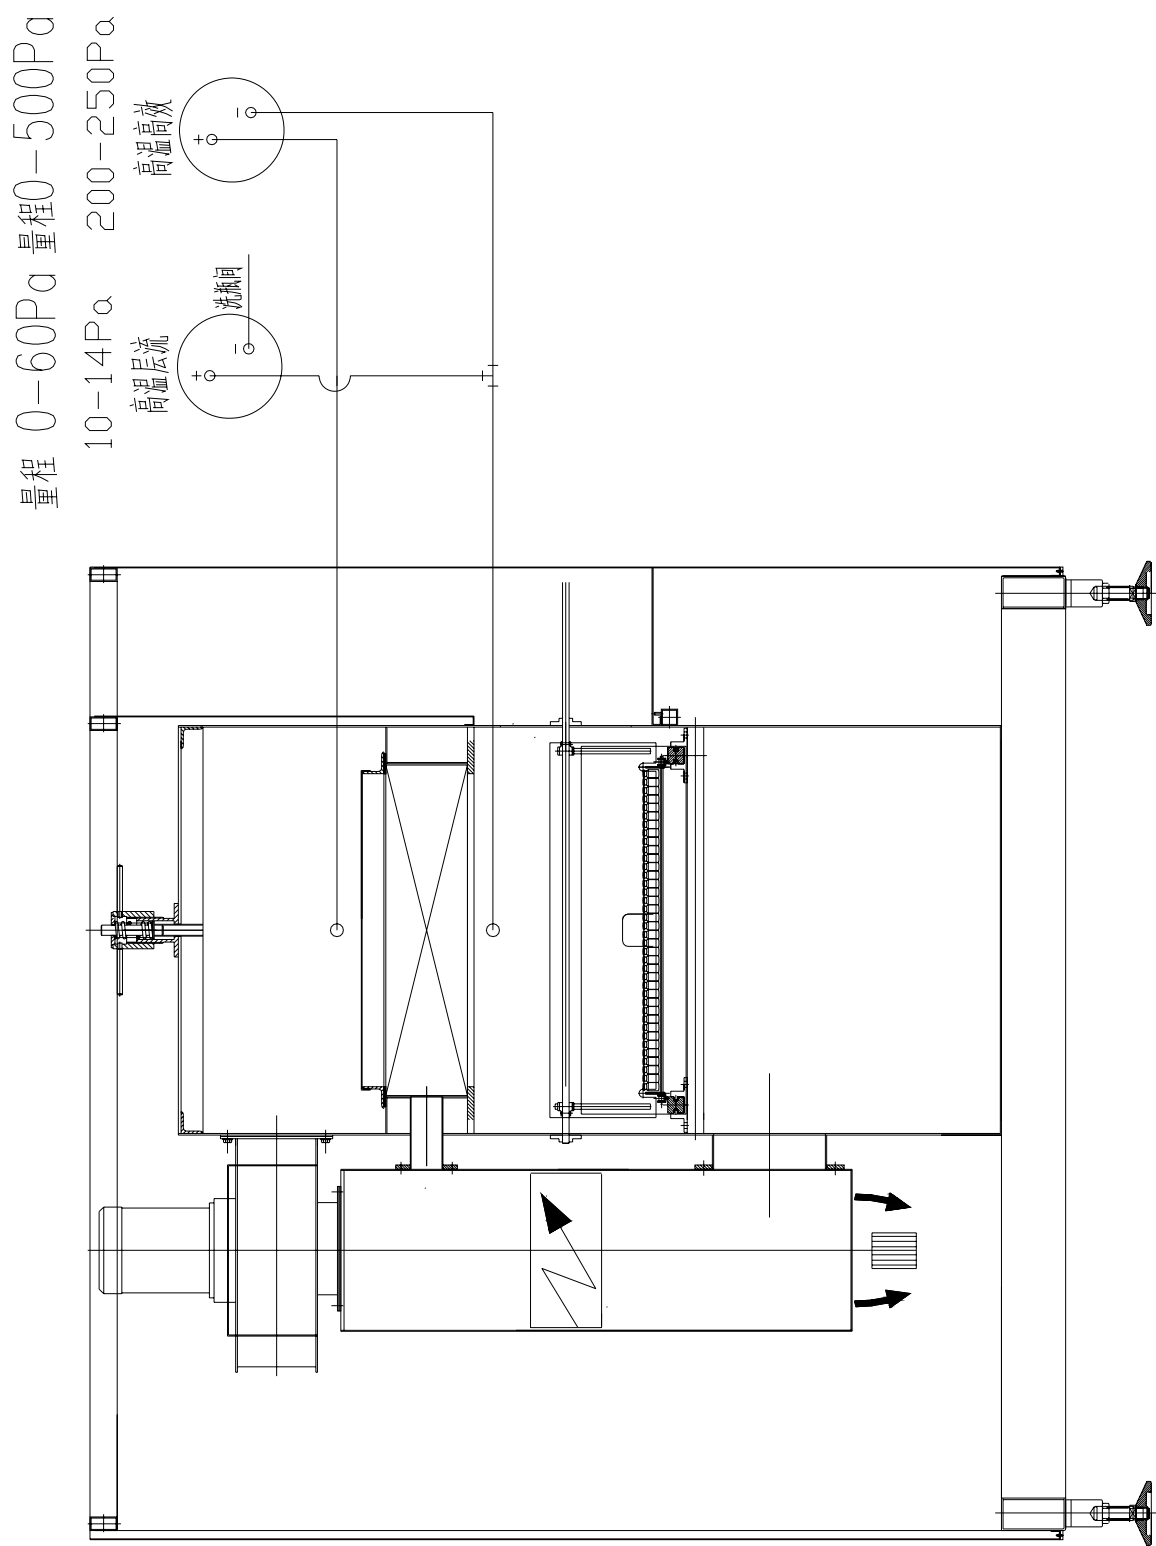

图 2-14 微压差表管接示意图（高温区）
- * 高温层流微压差表（量程：0~60Pa；压差：10~14 Pa）（见图 2-14）
- * 高温高效微压差表（量程：0~500Pa；压差：200~250 Pa）（见图 2-14）